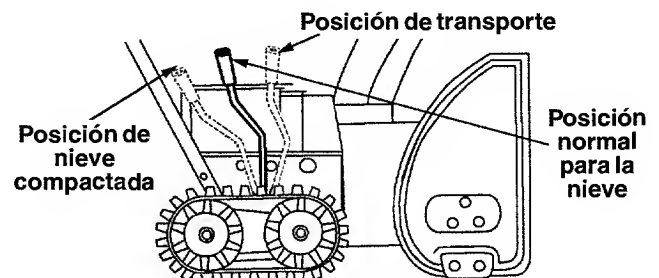

FIGURA 16
- Para inspeccionar el ajuste del control del propulsor de tracción y de la palanca de cambios, mueva la palanca de transferencia de peso a la posición de transporte (vea la figura 16) y la palanca de cambios todo el recorrido hasta la sexta (6) posición.
La palanca de transferencia de peso está ubicada a la derecha del expulsor de nieve y se usa para seleccionar la posición del armazón y el método de operación de la oruga. Mueva la palanca hacia la derecha, y a continuación avance o retroceda a una de las tres posiciones. Vea la figura 16.